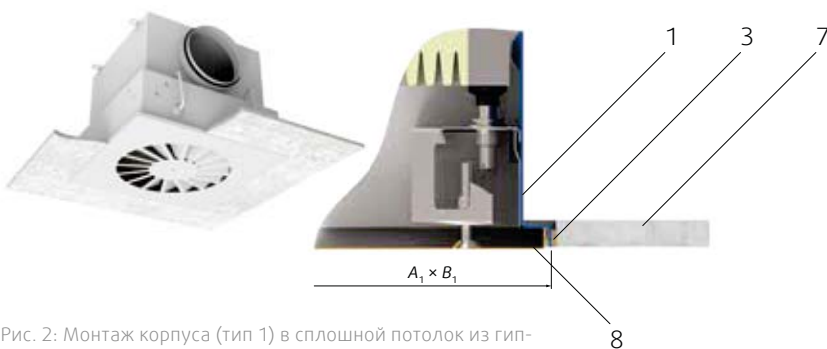

Рис. 2: Монтаж корпуса (тип 1) в сплошной потолок из гипсокартона
- Поверхность корпуса (тип 1) предназначена для монтажа в подвесные гипсокартонные потолки (рис. 2).